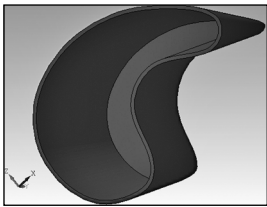

Рис. 12.12. Команда - «Оболочка»
- **Оболочка** — производит вырезание внутреннего объема модели, при этом остается лишь внешняя оболочка модели заданной толщины (рис. 12.12);